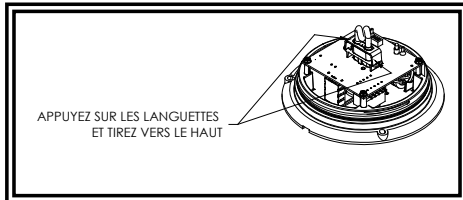

Figure 4
La plupart des défaillances du stroboscope peuvent être imputées à des problèmes de raccordement ou de batterie. Vérifiez tous les câblages et connexions pour vous assurer que la tension arrivant à la lampe stroboscopique est correcte. Si le stroboscope fonctionne de manière irrégulière ou s'arrête complètement et que le câblage n'est pas en faute, le problème vient probablement de l'usure du tube à éclairs. Pour remplacer la lentille, retirez-la et retirez le tube à éclairs en appuyant sur les languettes des côtés du support du tube et en les tirant. **AVERTISSEMENT!** L'alimentation électrique du stroboscope est un dispositif à haute tension. Attendez 5 minutes après avoir coupé le courant avant de retirer la lentille pour accéder aux parties internes. Branchez le nouvel ensemble de tube. Voir Figure 4. **Remarque :** Le connecteur fonctionne avec une clé pour garantir sa correcte orientation. Ne forcez pas. Si les problèmes persistent, remplacez le produit à votre revendeur local pour le remplacer grâce à la garantie ou appelez le service client d'ECCO pour obtenir de l'assistance au (800) 635-5900.